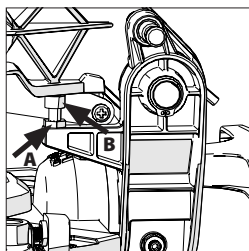

Fig. 11A + 11B
- Afloje la contratuerca en el tornillo de tope del recorrido descendente con una llave de 10 mm (no suministrada) (**Fig. 11A**).